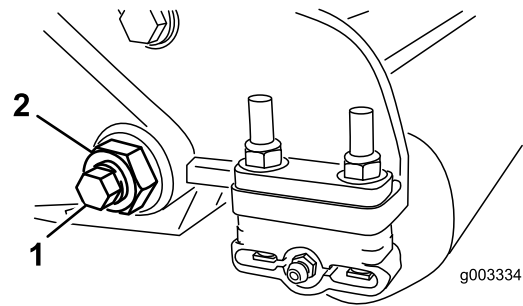

Bild 30
3. Lösen Sie an jeder Seite der Maschine die Klemmmutter, mit der die Schraube des Untermesserträgers befestigt ist (Bild 30).
4. Nehmen Sie jede Schraube des Untermesserträgers ab, damit der Untermesserträger nach unten gezogen und von der Maschine entfernt werden kann (Bild 30).